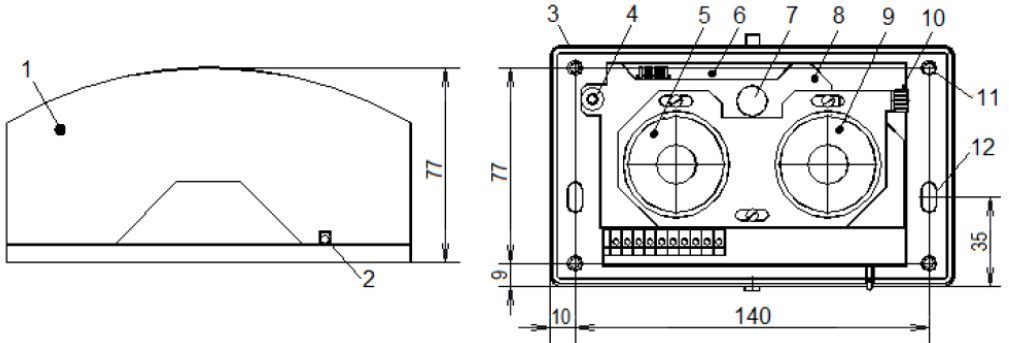

Рис. 2
5) Юстировочными винтами 5,6 (см. рисунок 2) добиться оптимального уровня сигнала на входе приемника по показаниям индикаторов HL1, HL2, HL3, HL5.
Снять крышку с объектива видеокамеры 3 (см. рисунок 2).